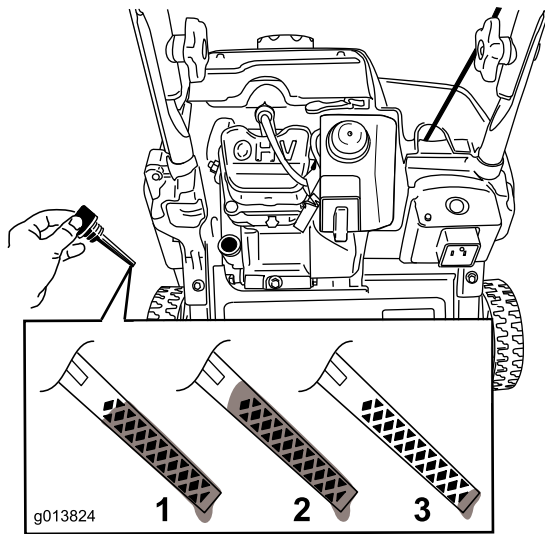

Figure 13
8. Pour déterminer le niveau d'huile correct avec la jauge, voir la Figure 13.
**Remarque:** Versez de l'huile dans le carter moteur jusqu'à ce que la jauge indique le niveau correct, comme indiqué à la Figure 13. Si vous remplissez excessivement le carter moteur, vidangez l'excédent d'huile comme expliqué à la section Vidange et remplacement de l'huile moteur.